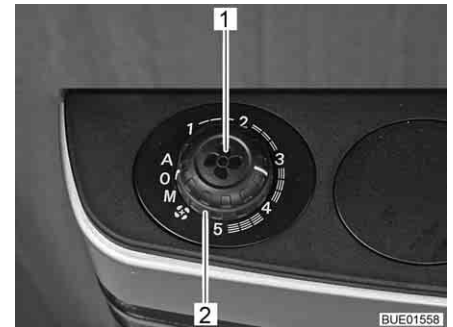

Fig. 145 Botón giratorio e interruptor giratorio para el control del ventilador
- Ajustar el modo de funcionamiento deseado con el botón giratorio (Fig. 145,2).
- Ajustar el interruptor giratorio (Fig. 145,2) en "0".